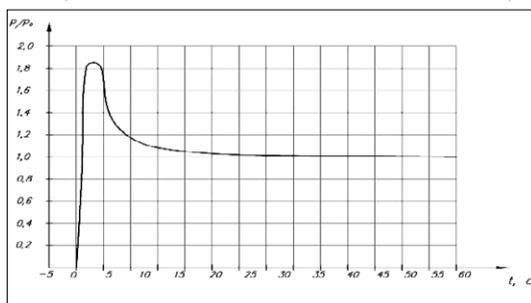

Рисунок 32 – Характер временной зависимости мощности регистров при включении (P_0 – мощность в установившемся режиме)
- После подачи на регистры напряжения начинается переходный процесс длительностью (30 ± 3) с, после чего наступает установившийся режим работы (рисунок 32).